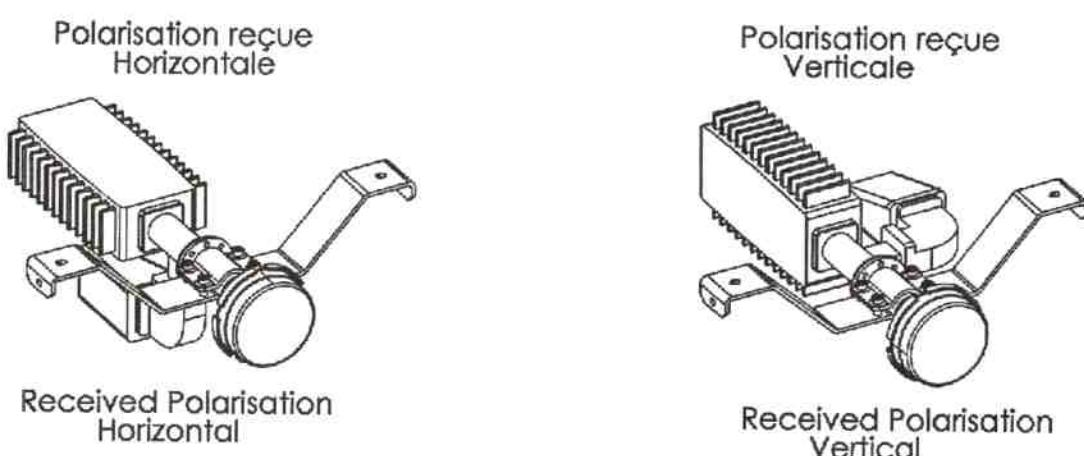

Fig 6
Installer l'ensemble Source dirigée vers le Sub Réflecteur grâce à la bride de fixation (Fig 5). Orienter grossièrement la polarisation désirée en fonction de l'orientation de l'accès réception de l'OMT (cf Fig6)
Select roughly the wanted polarisation using Receive port position of the OMT, see Fig 6.*
**Selectionner la polarisation en orientant l'accès réception de l'OMT correctement, voir Fig 6 :**
**Select the polarisation orientating the receive port of the OMT as shown in Fig 6 :**